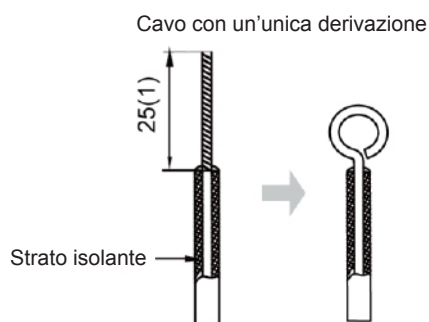

Fig. 13
- (1) Collegamento del cavo (Fig 13).